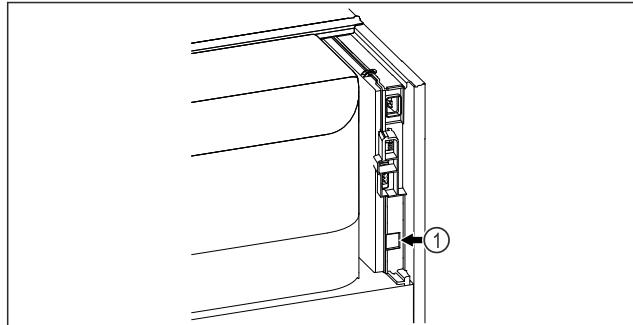

Fig. 129
SmartModule Fig. 129 (1) se rabi.